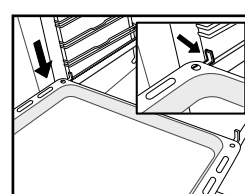

Fig. 5
5. Plaats de accessoires op de roostergeleider (Fig. 5, 6).